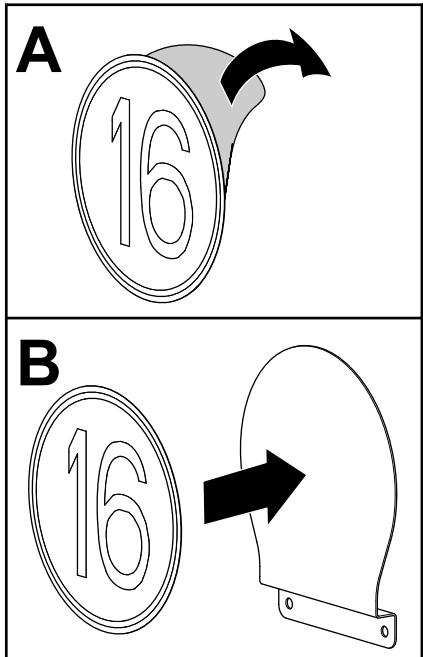

Figura 49
1. Retire a parte de trás de um autocolante de velocidade (Figura 49).
2. Alinhe o autocolante com o sinal de velocidade como se mostra na Figura 49.